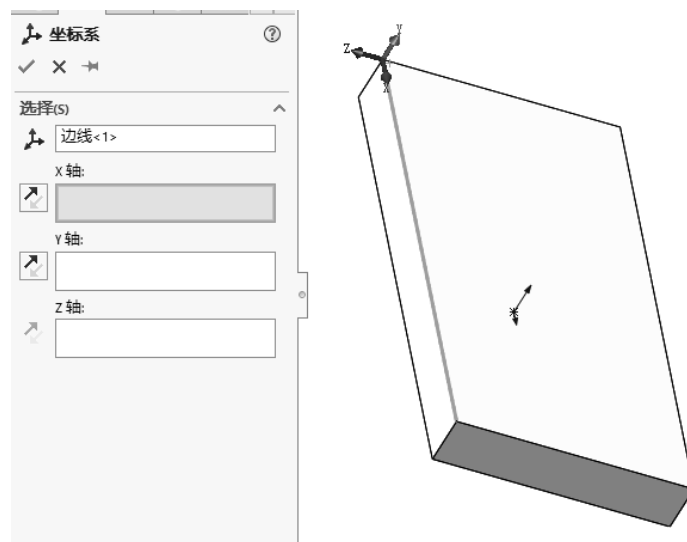

图 1-100 使用点的方式建立坐标系
(1) 使用实体中的一个点(顶点/边线中点)方式建立坐标系,如图 1-100 所示。